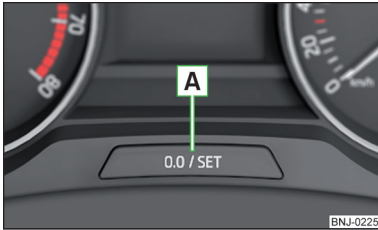

Abb. 25
► Die Taste **A** » Abb. 25 auf Seite 32 antippen.
- Die Taste **A** » Abb. 25 drücken und gedrückt halten, bis im Display der Menüpunkt **Uhrzeit** angezeigt wird.